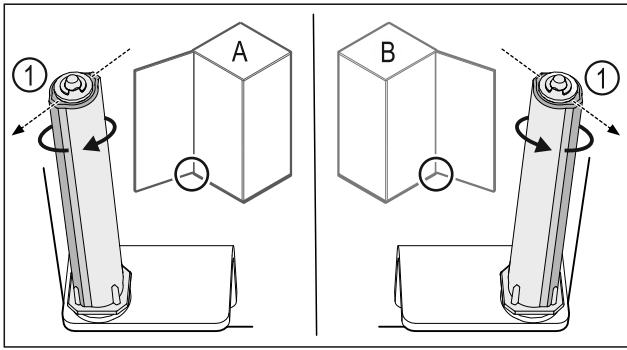

Fig. 48 Левое навешивание (A) / правое навешивание (B)
- ▶ Поворачивайте систему закрытия, преодолевая сопротивление до тех пор, пока ее ребро Fig. 48 (1) не будет направлено наружу.